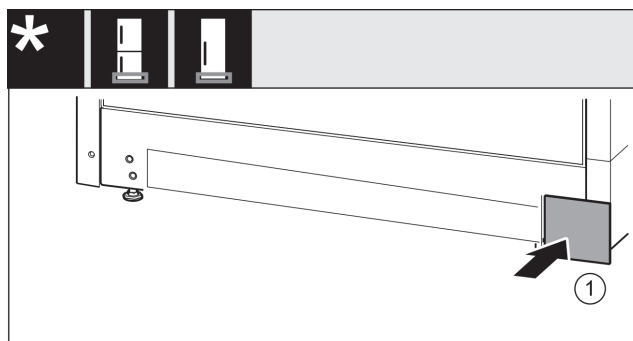

Fig. 16
- Tegye vissza a borítást a másik oldalra. Fig. 16 (1)